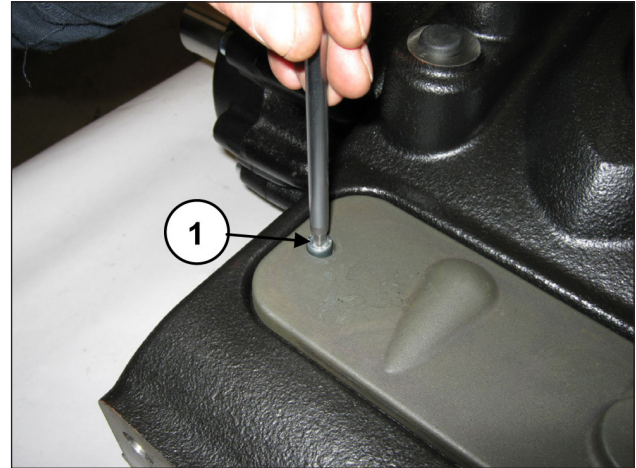

Abb. 107
Demontieren Sie den oberen Inspektionsdeckel durch Abdrehen der 2 Befestigungsschrauben (Pos. ①, Abb. 107).